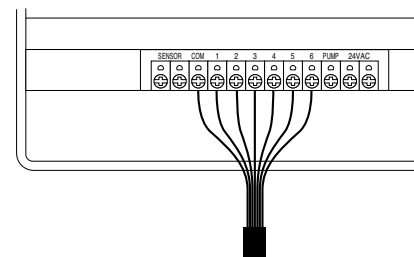

FIGURA 17: Collegamento dei cavi del timer alle valvole
- Collegare il neutro al morsetto identificato con COM [vedere Figura 17].